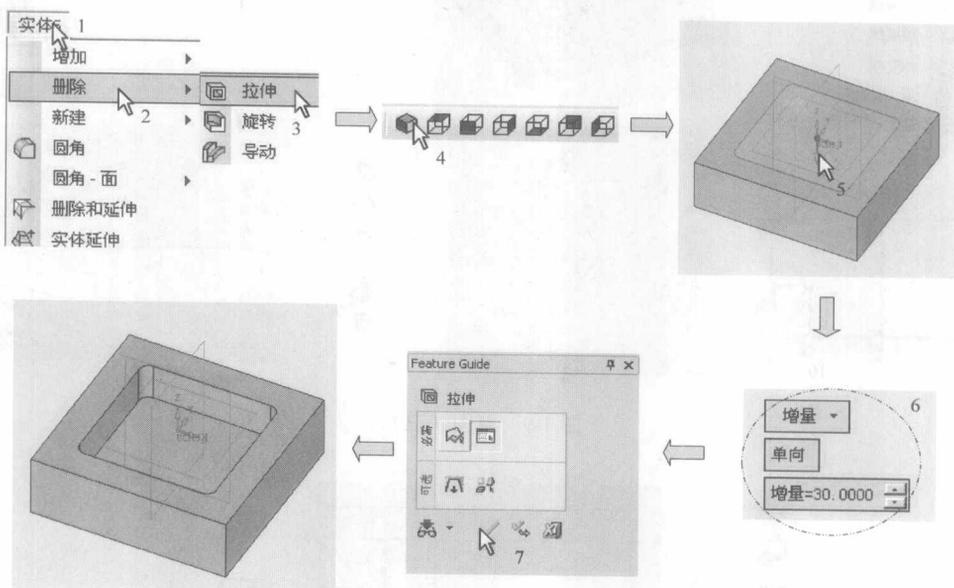

图 1-8 删除拉伸（一）
① 在主菜单中选择“实体”→“删除”→“拉伸”。
- ② 点选“ISO 视图”，点选图 1-8 中的草图。
- ③ 点选拉伸实体的方向和输入拉伸的增量 30mm。
- ④ 点选“特征向导”的“确定”按钮。
具体操作流程，如图 1-8 所示。